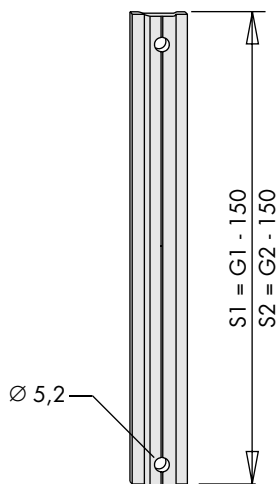

Bild 2
- B** Schubstangen S1 - S2 nach Angaben (Bild 2) bearbeiten.